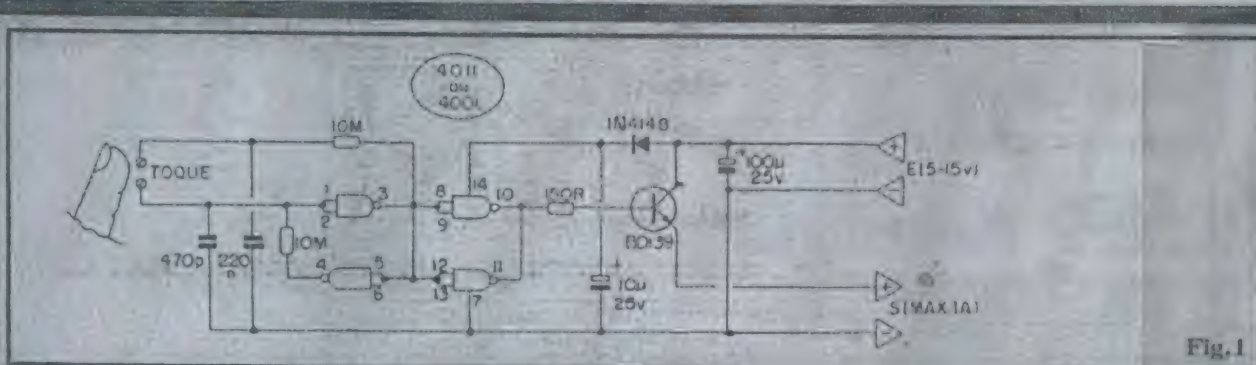

Fig. 1
- FIG. 1 - O CIRCUITO - O diagrama esquemático do circuito do ONOP mostra, logo "de cara", a sua grande simplicidade, e o uso apenas de componentes comuns, de baixo preço (e em quantidade